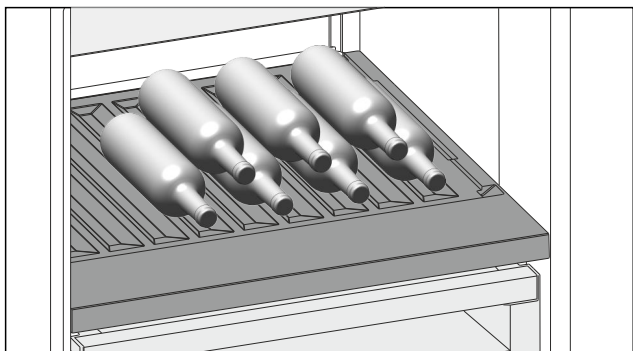

Fig. 117
- Fľaše vkladajte dnom dozadu k zadnej stene. (pozri Fig. 117)